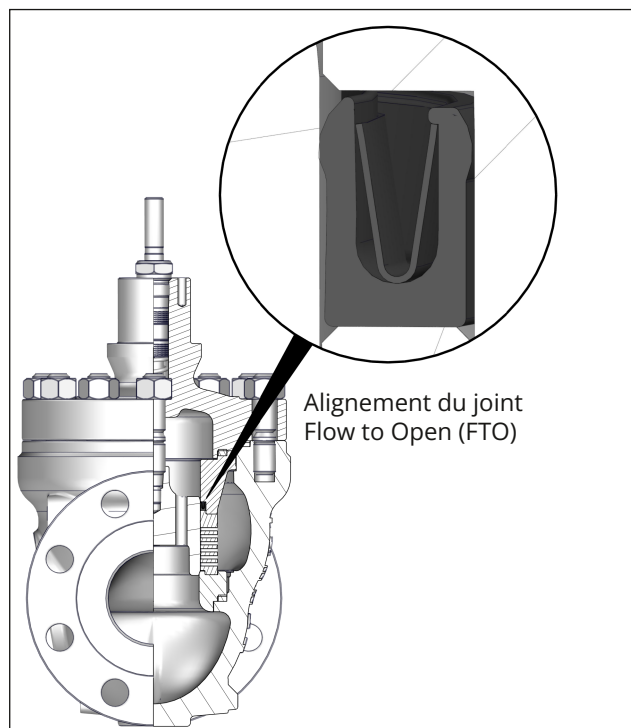

Fig. 35 : Alignement du joint (45) sur la cage pour le sens d'écoulement FTO (Flow to Open)
3. Insérer un joint spiralé neuf (127) dans la zone du pont de siège à l'intérieur du corps (1).
4. Placer le siège (4) sur le joint spiralé (127) à l'intérieur du corps (1).
5. Insérer la cage (424) dans le corps (1) et la positionner sur le siège (4). Aligner la cage (424) dans le corps de vanne de façon à ce que la plus grande fenêtre se trouve en face de la sortie de vanne.
6. Insérer le piston (5) avec la tige de piston (36) verticalement à travers la cage (424) dans le corps de vanne (1) et le positionner sur le siège (4).
7. Insérer un joint neuf (45) sur le cylindre (463). Ce faisant, veiller à orienter correctement le joint, cf. Fig. 35.
8. Placer le cylindre (463) avec le joint (45) sur la cage (424) en le faisant passer par-dessus la tige de piston (36).
9. Insérer un joint spiralé neuf (126) sur le cylindre (463).
10. Insérer un joint spiralé neuf (17) dans le corps (1).